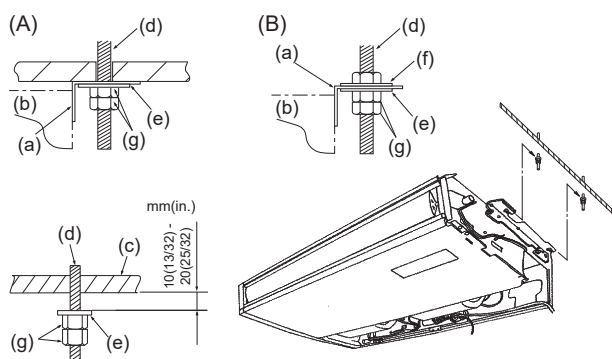

Fig. 3-6
(2) Ne jamais forcer pour ouvrir la grille d'arrivée d'air ni l'ouvrir dans un angle supérieur à 120° sinon vous risqueriez d'endommager les charnières.
3.3. Installation de l'appareil intérieur (Fig. 3-6)